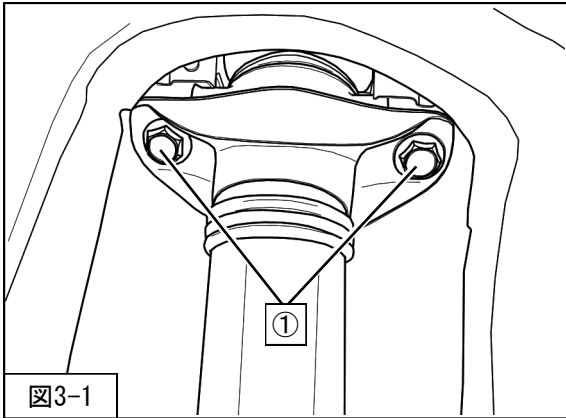

図3-1
3. ①リアショックアブソーバASSYアッパー取付ボルトを取外してください。（図3-1）